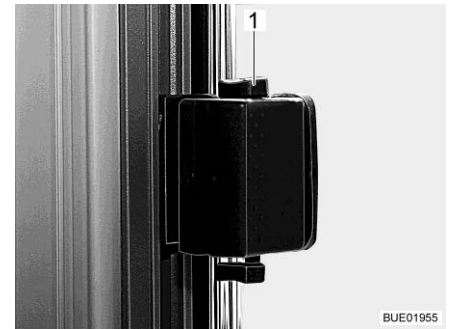

Fig. 100 Fenêtre coulissante, déverrouillée
- Pousser le verrou (Fig. 100,1) vers le haut.